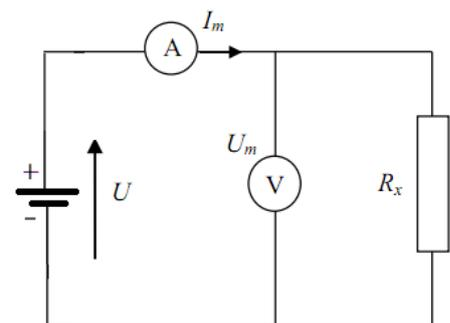

Figure 8 Montage aval
- Réaliser le montage correspondant ; fig.8